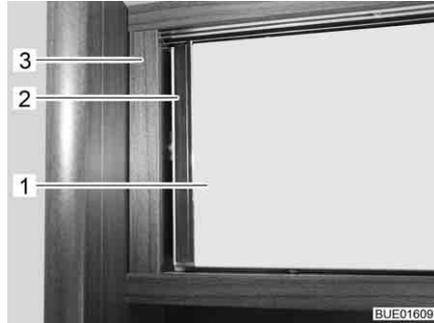

Fig. 72 Trampa de mueble con desbloqueo por presión
- Presionar la trampa de mueble (Fig. 72,1) en el tirador (Fig. 72,2) contra el cuerpo del armario (Fig. 72,3). La trampa de mueble está desbloqueada.